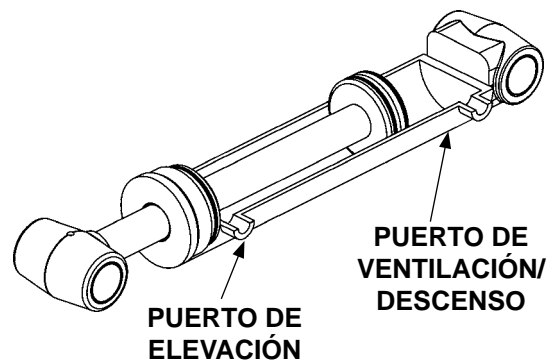

FIG. 34-3
3. Inspeccione el cilindro hidráulico. Con la plataforma sobre el suelo, retire la línea hidráulica del puerto de ventilación/descenso del cilindro (**FIG. 34-3**). Eleve la plataforma hasta el nivel de cama. Deje accionado el motor dos segundos más mientras inspecciona el puerto de ventilación/descenso en busca de fluido hidráulico; es normal que salgan unas cuantas gotas, pero si es un flujo constante significa que los sellos del pistón están desgastados. De ser así, reemplace los sellos.